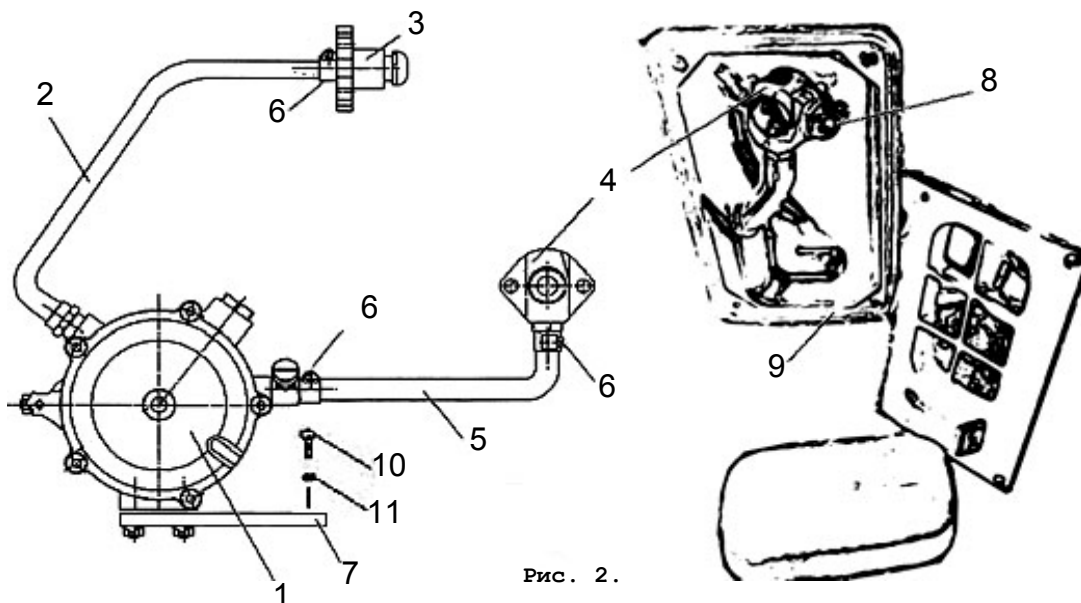

Рис. 2.
1. В качестве топлива используется бензин марки АИ-92, а также бытовой сжиженный баллонный газ: пропан и пропан бутан, в случае установки газовой системы питания, см. также рис. 2;
2. Газовый шланг высокого давления (поз.2 рис.2) укомплектован штуцером (поз.3 рис.2) для подключения к бытовому газовому баллону с резьбой: M22×1.5 LH. Допускается установка штуцера с параметрами в соответствии с требованиями Заказчика (Покупателя);
3. При использовании бензина перевести рычаг управления воздушной заслонкой в крайнее левое положение при пуске холодного двигателя и в промежуточное положение при пуске прогретого двигателя. При использовании газа нажать на несколько секунд кнопку в центре регулятора (поз.1 рис. 2) для заполнения впускной трубы газом, затем отпустить кнопку.